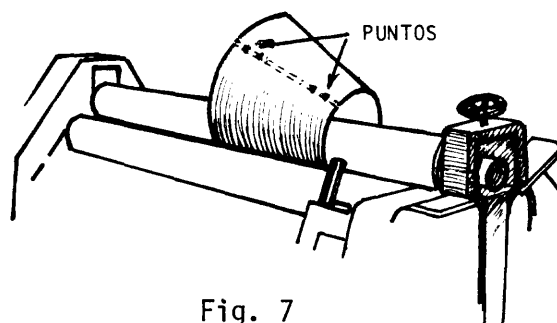

Fig. 7
- 5° paso - *Puntee los extremos* de la costura longitudinal con soldadura eléctrica (fig.7).